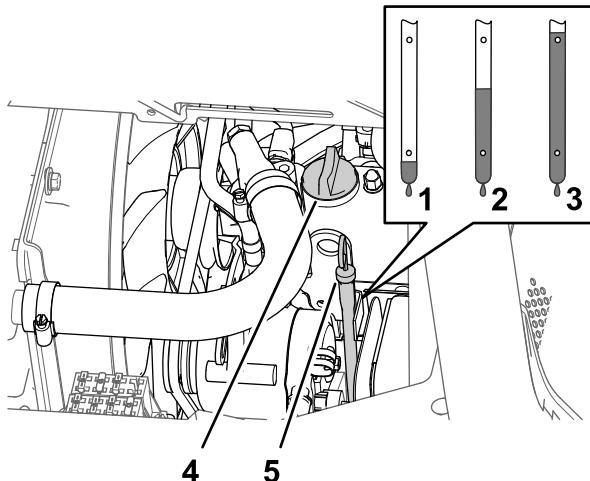

図 78
- 助手席の下にあるディップスティックを抜き、ウェスで一度きれいに拭く(図78)。
- オイルの量が不足している場合は、バルブカバーについている補給口のキャップ図78を取り、ディップスティックの FULL マークまで、補給管からオイルを補給する。
- キャップを取り付ける図78。
- ディップスティックをしっかりと差し込んで終了図78。